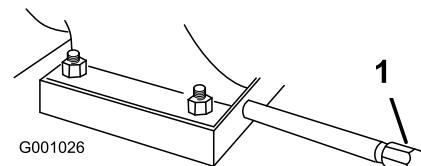

Figura 40
1. Pulite l'area intorno al tappo di spurgo dell'olio (Figura 40).